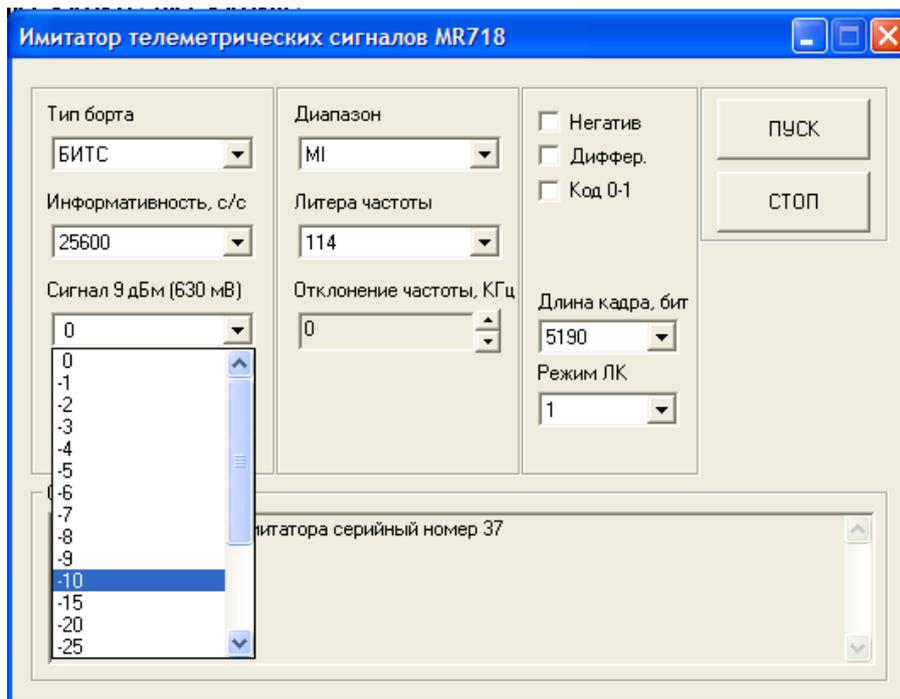

Рисунок 6.61. Меню аттенюатора.
6.3.2.4 Значение программного аттенуатора, ослабляющего указанный в окне уровень сигнала, выбирается в выпадающем меню рисунок 6.61.